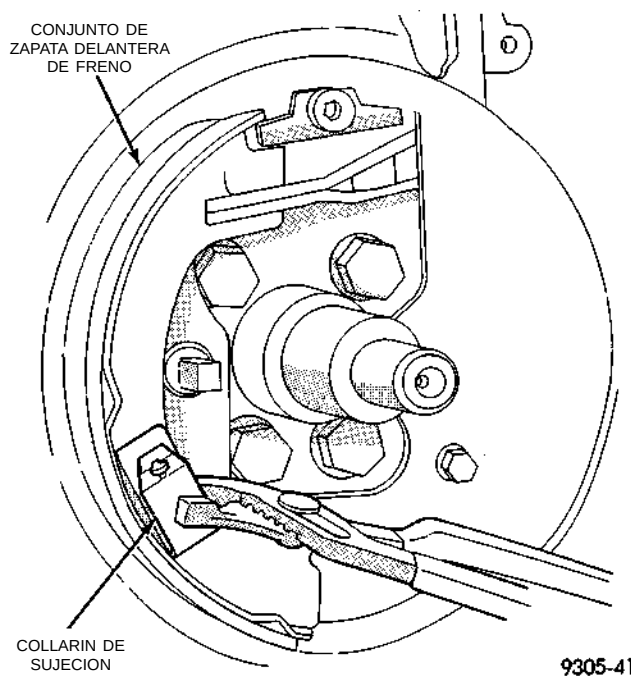

Fig. 162 Collarín de sujeción y zapata de freno delanteros
- (11) Retire el collarín de sujeción de la zapata delantera de freno (Fig. 162). Luego retire el conjunto de la zapata delantera de freno.
- (1) Instale la zapata delantera de freno y el collarín de sujeción (Fig. 162).